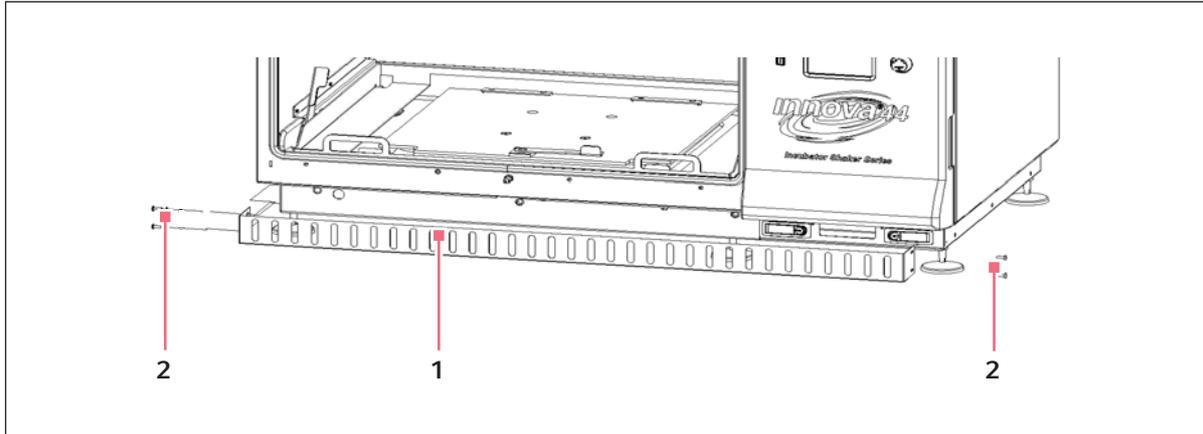

Fig. 6-1: Installation de la grille avant
3. Maintenir en position la grille avant (voir Fig. 6-1 à la page 22) et réinstaller les vis à ailettes.